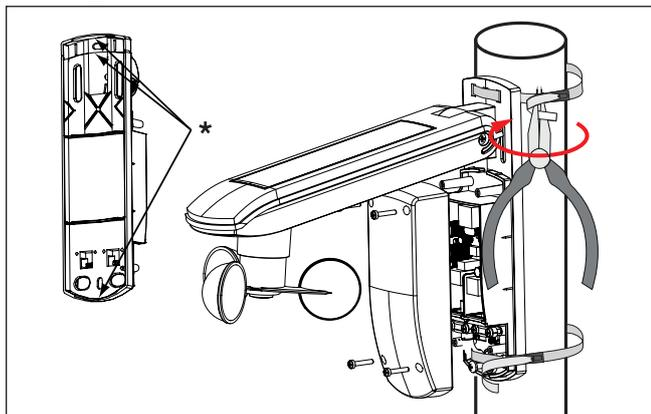

Abb. 7 Montage an einem Standrohr und Arretierung der Stahlkabelbinder
- Entfernen Sie die dünnen (dreieckigen) Stege an der oberen und unteren Kante der Montageplatte mit einem Seitenschneider (Abb. 7*).